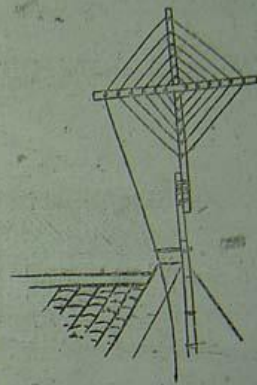

图8
4. 蛛网式天线, 这种天线所用的铜线较少, 不过它的接收能力没有上面三种好, 也是有方向性的。架设方法很简单: 用两根长60厘米的木条钉成一个十字架, 在十字木架上, 每隔2—4厘米处钉一只小钉, 把铜线从中间绕起, 一圈接一圈地绕到架子上。最外一圈的头接引入线。然后把十字木架捆在竹竿上, 再把它架设在屋顶上, 这样天线就安装好了(如图8)。